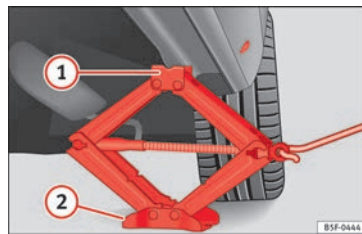

Fig. 73 Longherone: posizionamento del cric del veicolo.
- Ruotare la manovella del cric*, posto sotto il punto di appoggio del longherone, per alzarlo finché la linguetta **①** » » » **fig. 73** non avrà raggiunto l'alloggiamento previsto.
- Allineare il cric* in modo tale che la linguetta **①** "si agganci" nell'apposito alloggiamento del longherone e la piastra di base mobile **②** resti appoggiata al suolo. La piastra di base **②** deve cadere sul lato verticale rispetto al punto di appoggio **①**.